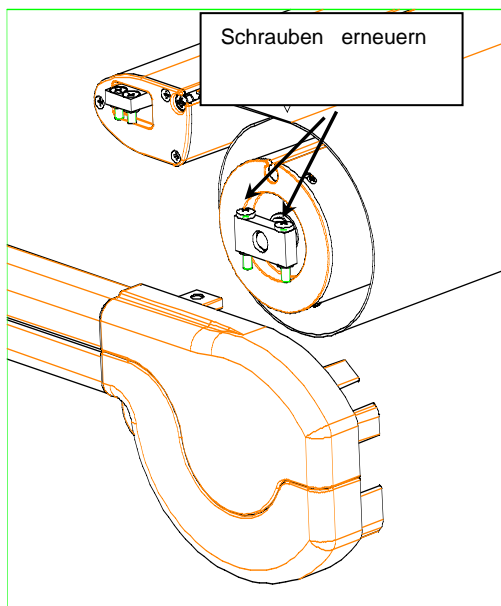

Bild 5: W6 – Schrauben TW-Befestigung
- An der Endlagerseite Schrauben DIN 7985 VA M5x30 mit Tuflock-Beschichtung erneuern – Art.Nr.: 723052 (Bild 5).